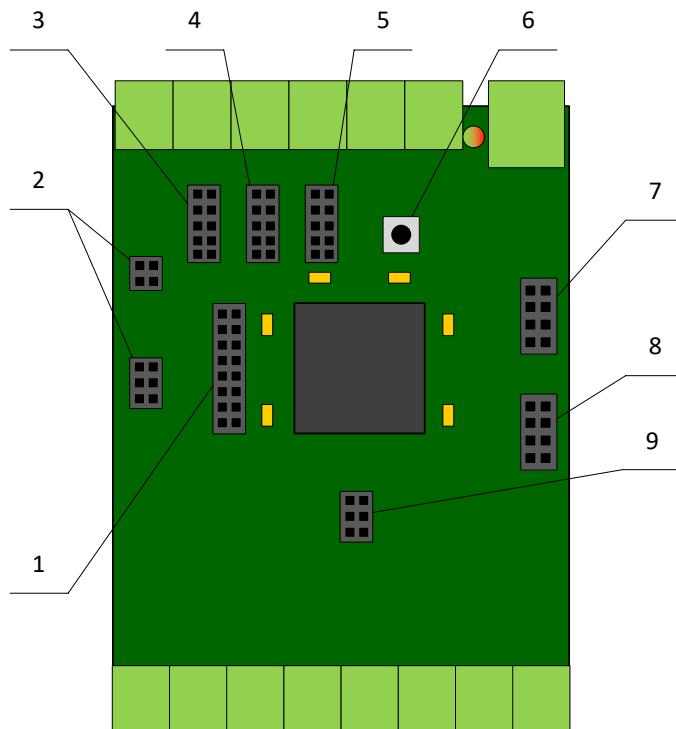

Рисунок 2 – Расположение элементов на плате Устройства
Устройство поставляется в трех вариантах питания в зависимости от модуля установленного в разъем 8 (Рисунок 2):
На Устройстве предусмотрены выходы для питания внешних устройств. Выход 5 В / 120 мА присутствует по умолчанию во всех исполнениях Устройства и не требует установки дополнительных модулей. Выход 12 В / 120 мА присутствует по умолчанию только в исполнении Устройства с питанием 9..15 В, в остальных исполнениях требуется установка модуля дополнительно питания VM-PWR-5/12 в разъем 8 (Рисунок 2).
Порт 8 расширяет функционал устройства, за счет установки специализированных модулей в разъем 9 (Рисунок 2), которые позволяют подключать различные датчики без дополнительных внешних модулей согласования. Порт может использоваться как порт общего назначения при установке модуля VM-SK.
Порты интерфейсов предназначены для подключения внешнего оборудования с интерфейсами RS-232, RS-485 или 2W. Тип последовательных интерфейсов определяется типом модулей установленных в разъемы 3, 4 и 5 (Рисунок 2).
При установке в разъемы 4, 5 и 6 (Рисунок 2) модуля VM-2WM Устройство получает поддержку интерфейсной шины 2W, которая позволяет подключать различные внешние блоки, датчики и модули, входящие в номенклатуру АПК «ЦЕНСОР». Все изделия подключаются на шину параллельно, полярность подключения к шине не имеет значения.
**Внимание!** Порт 8 является специализированным портом, его конечный функционал определяется модулем усрановленным в разъем 10 (Рисунок 2).